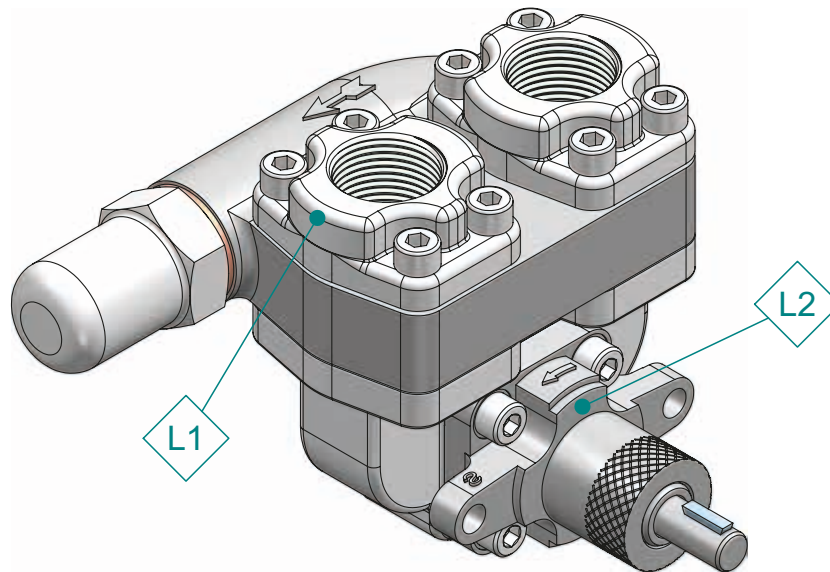

Abb. 1 – Anbringungsorte der Temperaturfühler (optional)
Oberflächentemperaturfühler müssen in folgenden Bereichen angebracht werden, siehe Abbildung 1:
- Überwachung der Oberflächentemperaturen des Pumpengehäuses an den vorgegebenen Stellen (siehe Abbildung 1) sowie Kontrolle oder Überwachung des Quench-Mediums im Fall von Quench-Wellendichtungen sorgen für ausreichenden Schutz gegen potenziell gefährliche Situationen.